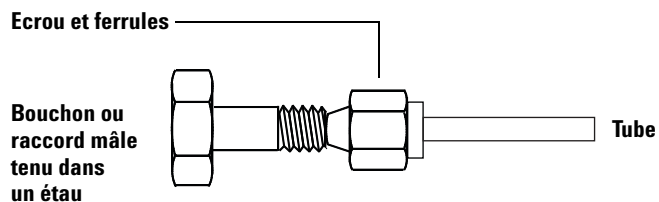

Figure 9 Assemblage du raccord
- 3 Poussez le tube dans le raccord mâle (Figure 9).